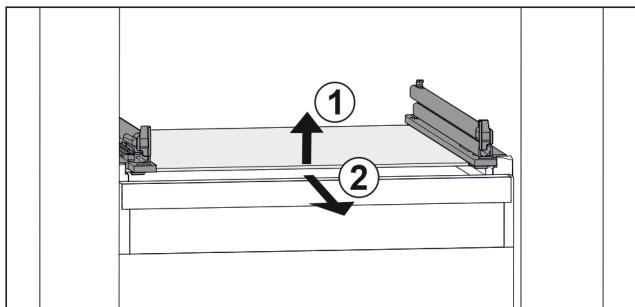

Fig. 106 Приближене відображення скляної пластини
- Підняти скляну пластину спереду. Fig. 106 (1)
- Вийняти скляну пластину рухом вперед. Fig. 106 (2)